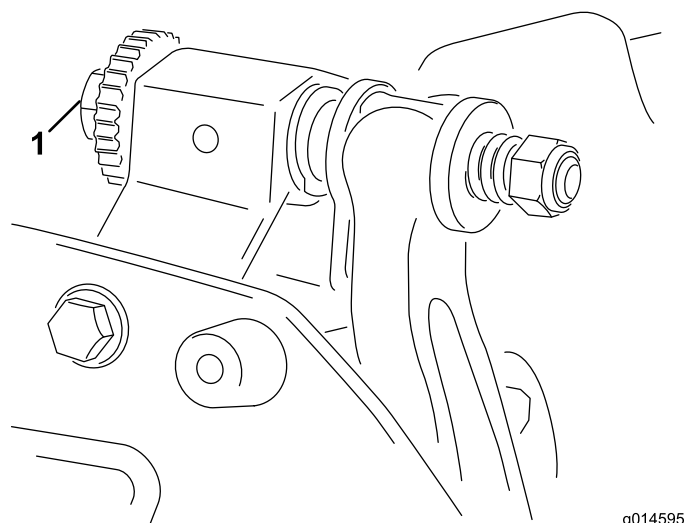

図 9
A. ベッドバー調節ねじ 図 9を1クリックずつ均等に締めながら、ごく軽い接触が得られるようにする。
6. シムを左右に滑らせながら右側のベッドバー調整ねじ **図 9** を回して、シムに軽い圧迫シムが挟まれる感じを感じる程度に調整する。シムを抜き取る。